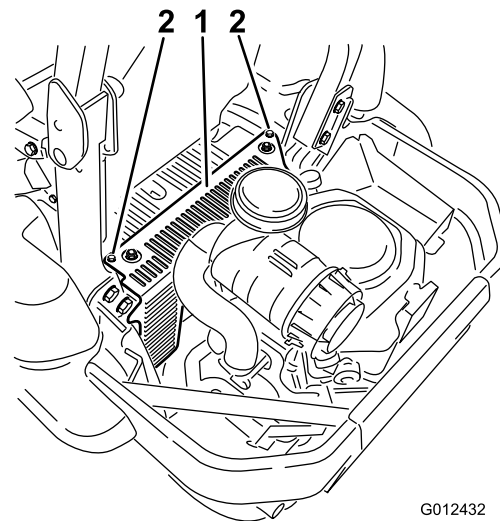

Figure 51
3. Déposez le capot de l'unité hydraulique et les 2 boulons qui y sont fixés (Figure 51). Vous pourrez ensuite accéder à la bougie avant.
5. Posez le capot de l'unité hydraulique gauche (Figure 51).